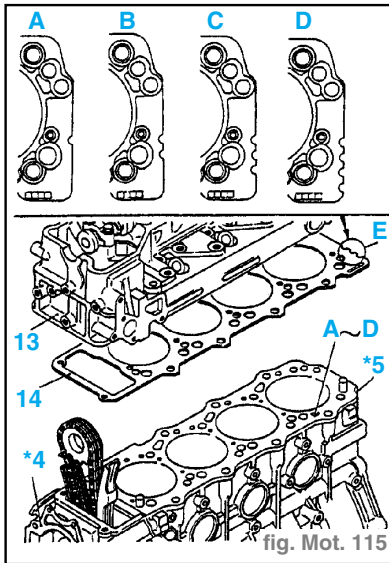

fig. Mot. 115
- Choisir un joint de culasse **14** d'épaisseur appropriée sur la base du dépassement des pistons. Le joint de culasse existe dans les épaisseurs indiquées dans le tableau ci-dessus, l'identification se faisant par le nombre d'encoches sur le bord du joint. (fig. Mot. 115)